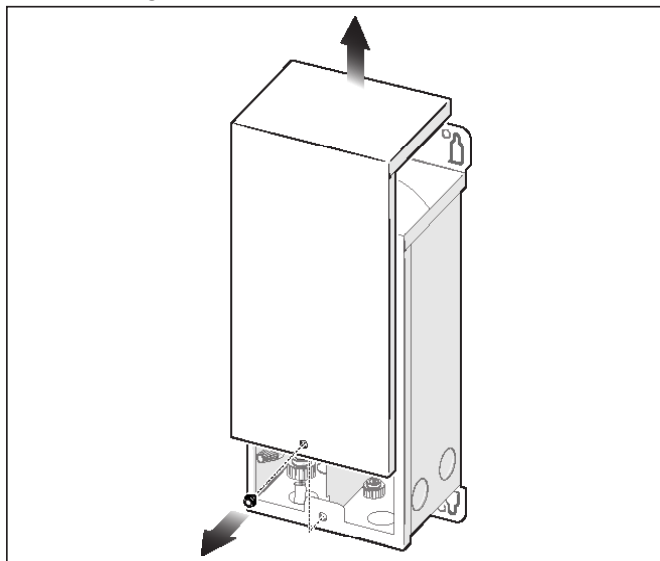

Figure 1. Enlever le couvercle du contrôleur de luminaires. Page 17
2. Enlever la vis du couvercle du contrôleur de luminaires, voir Figure 1.
3. Tirer le couvercle du contrôleur de luminaire et l'enlever du DCT, voir Figure 1.